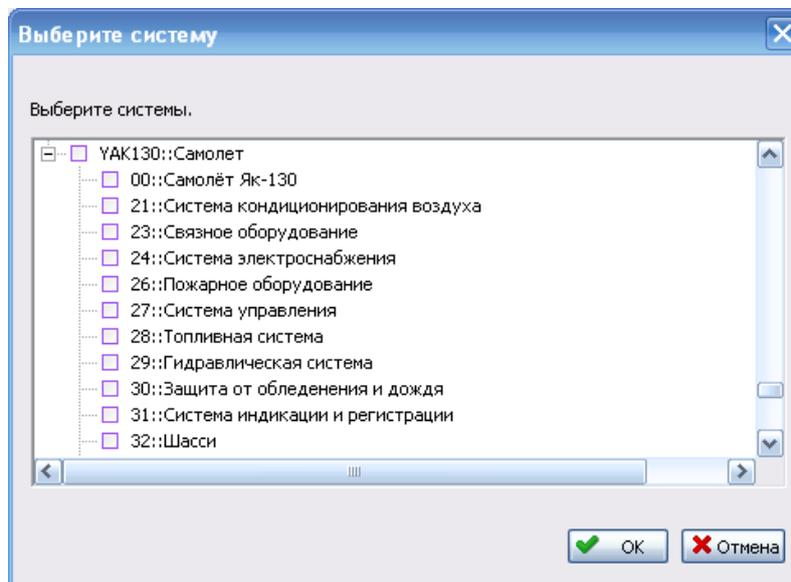

Рис. 2-10
3. В результате появится окно **Выберите систему** (рис. 2-10).